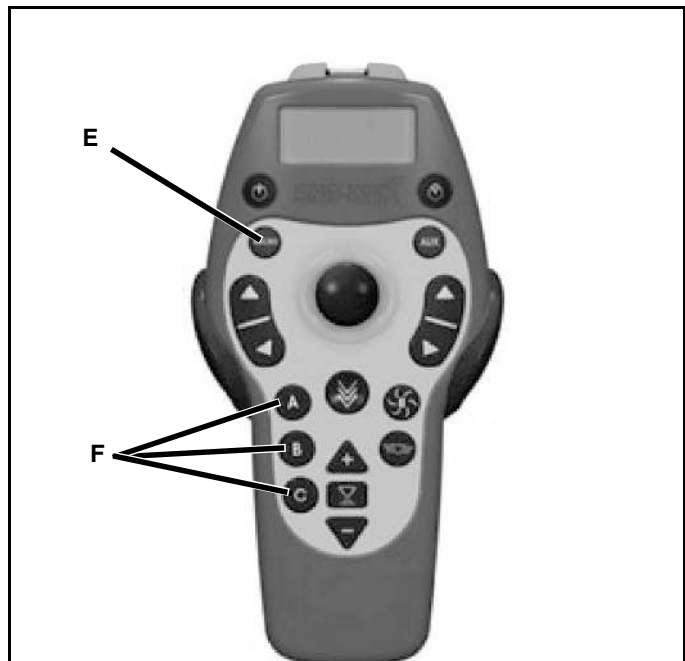

Abb. 1-7
2. Suchen Sie die runde Taste (Abb. 1-7, E) mit der Bezeichnung "Macro". Drücken und halten Sie die Makrotaste zwei Sekunden lang, bis die LCD-Anzeige "Begin Learning" (Start Lernen) anzeigt.
4. Drücken Sie die Tasten A, B oder C (Abb. 1-7, F) je nach gewünschtem Speicherort für den Makrobefehl.